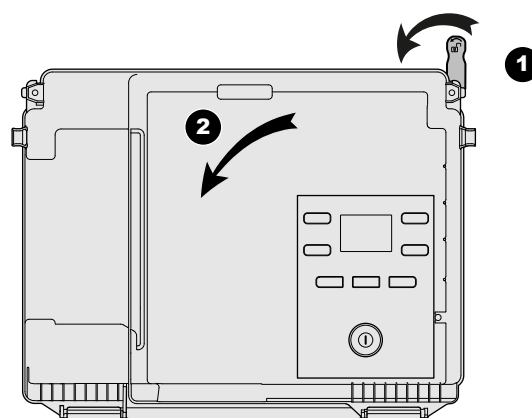

fig. 24 - Kantelen van de schakelkast
- Ontgrendel om de schakelkast te laten zakken (1/2 fig. 24).